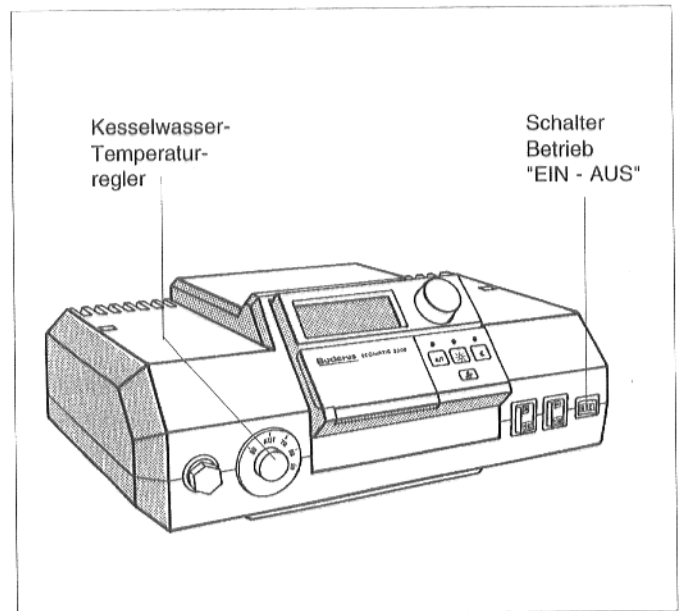

Abb. 28: Regelsystem 2000
- Schalter Betrieb (Abb. 28 bzw. 29) in Stellung I (EIN) stellen.
- Kesselwasser-Temperaturregler (Abb. 28 bzw. 29) auf "AUT" stellen.